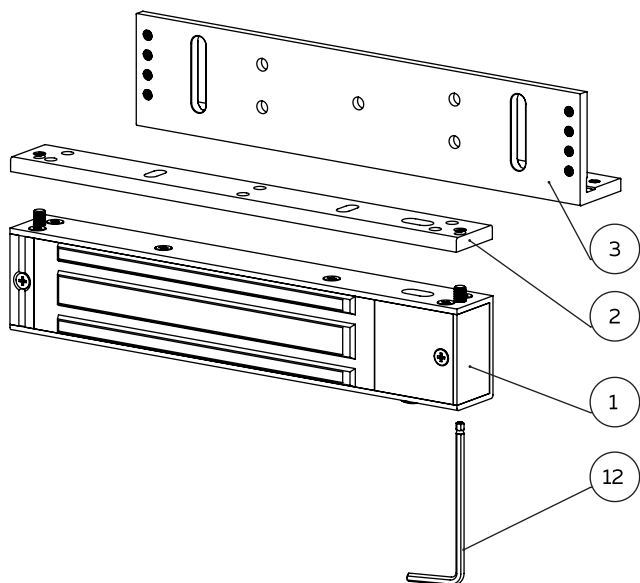

Рисунок 5
При установке на уголок ③ необходимо сначала разъединить электромагнит ① с пластиной ②, выкрутив винты при помощи ключа ⑫, как показано на рис.5.